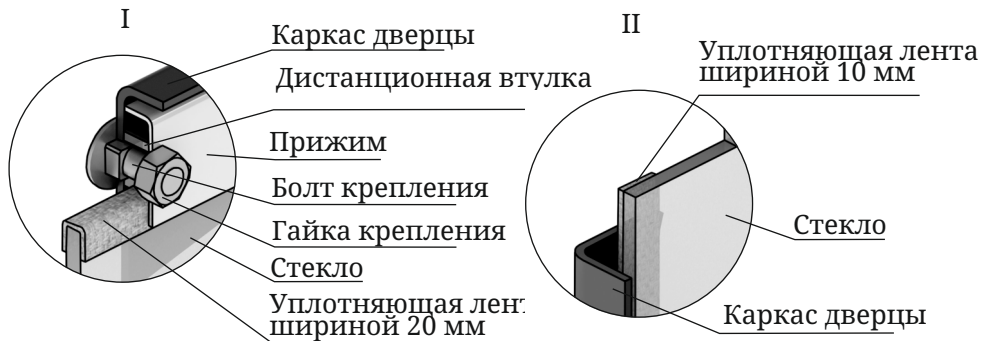

Рисунок 16. Крепление светопрозрачного экрана дверцы модели «Витра»
1. Отверните две гайки, фиксирующие прижим (рисунок 16.И), демонтируйте его и дистанционные втулки.
Если на нем нет уплотняющих лент, наклейте их, лента шириной 20 мм наклеивается сверху и снизу стекла «П» - образно (рисунок 16.И), лента шириной 10 мм наклеивается вертикально, вдоль боковых сторон стекла (рисунок 16.И).
4. Вставьте стекло в упор, при этом лента, наклеенная с боковых сторон (вертикальная) должна быть зажата между стеклом и каркасом дверцы (рисунок 16.И).